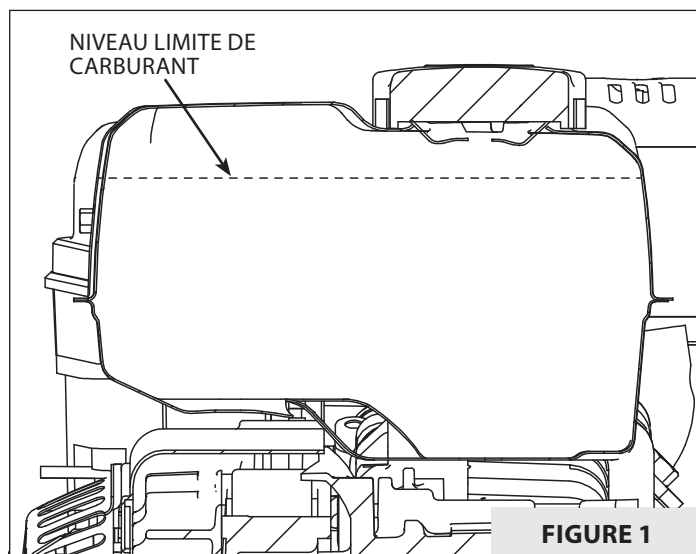

FIGURE 1
3. Remplir le réservoir jusqu'au niveau limite de carburant. **VOIR FIGURE 1.**